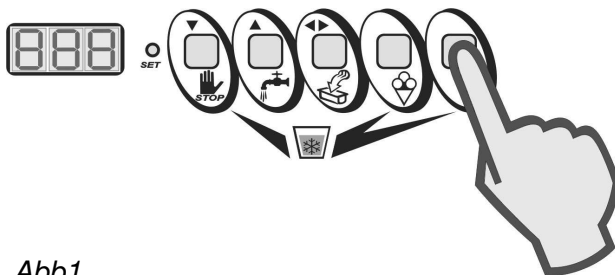

Abb.1
- Die Taste HALBAUTOMATISCH drücken, um den halbautomatischen Festigungszyklus mit der Festigungskontrolle zu wählen (Abb. 1).